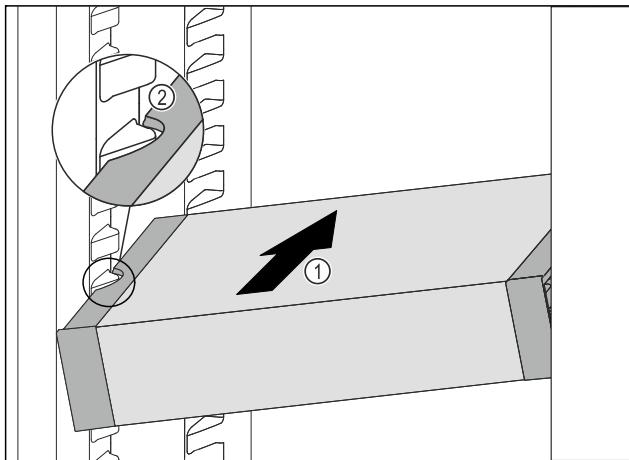

Fig. 117
- VarioSafe schräg in das Kühlteil einschieben Fig. 117 (1), bis sich die seitlichen Aussparungen Fig. 117 (2) des Vario-Safes auf Höhe der Behälterrippe im Kühlteil befinden.